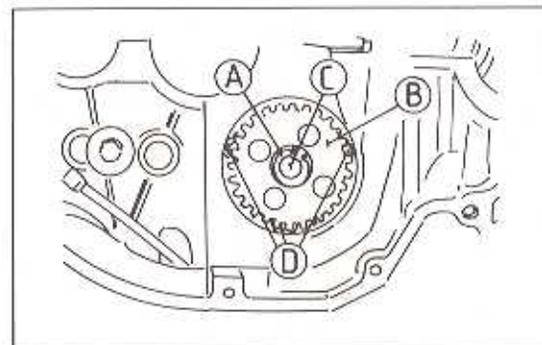

Bild 138
- Den Seegerring von der Ölpumpenwelle abnehmen und das Pumpenzahnrad entnehmen (Bild 138).